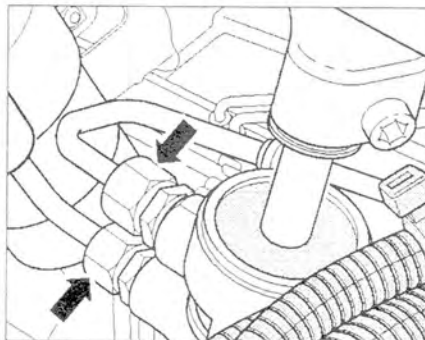

Рис. 7.12. Отсоедините нагнетающую и сливную трубки (стрелки).
8. Отсоедините нагнетающую и сливную трубки (стрелки) (рис. 7.12). Извлеките жидкость и закупорьте все открытые трубки.